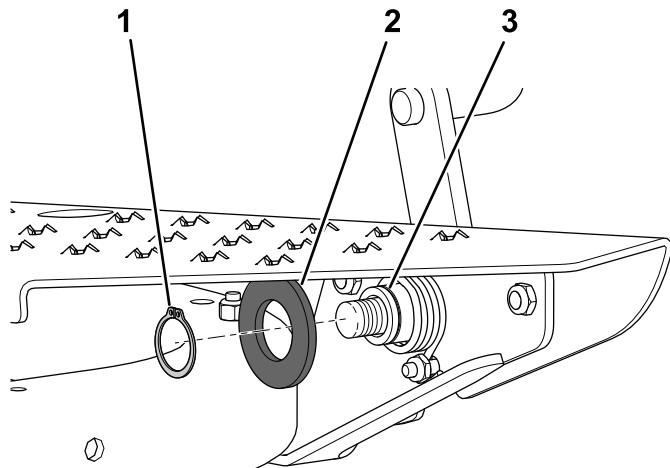

Figura 20
8. Sujete el muelle de torsión a la placa del casquillo con una arandela plana (1 1/8" x 2") y un anillo de retención (Figura 20).